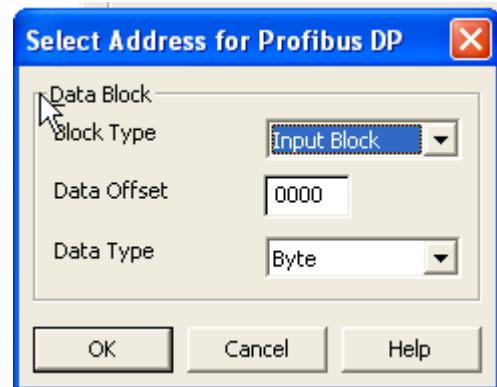

ABB. 65: Blocktyp auswählen
- Den Datenversatz auswählen, der auf die Adresse zum Lesen oder Schreiben im Block zeigt. Den zu lesenden oder schreibenden Datentyp auswählen. Dies legt fest, auf wie viele Byte im Block zugegriffen werden soll, um die richtigen Daten abzurufen. In diesem Beispiel wählen wir **Output Block** (Ausgangsblock), mit dem Datenversatz **0** (zeigt auf 256 in der SPS) und dem Datentyp **Word** (Wort). ABB. 65.